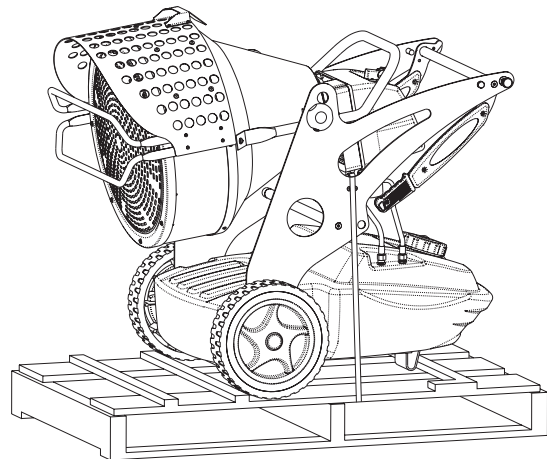

Abbildung 2 - XL9 auf der palette.
- der Generator entsprechend an der Palette befestigt werden (Abb. 2):